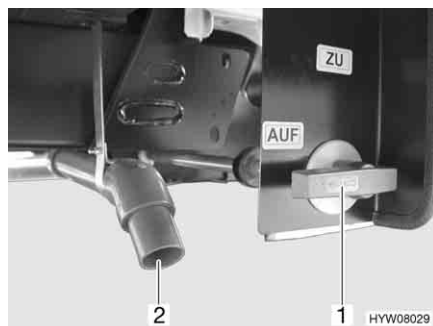

Fig. 153 Leva di comando e tubo di scarico del serbatoio delle acque grigie
Per lo scarico delle acque grigie, a seconda del modello, sul lato destro o sinistro del veicolo si trovano un rubinetto di scarico (Fig. 153,1) e un tubo di scarico (Fig. 153,2) con collegamento per il tubo di gomma per lo scarico.
- Fissare il tubo di gomma per lo scarico al tubo di scarico (Fig. 153,2).
- Aprire il rubinetto di scarico. A questo scopo ruotare la leva di comando (Fig. 153,1) del rubinetto di scarico di un quarto di giro. La leva di comando è posizionata orizzontalmente oppure nel senso della lunghezza rispetto al tubo di scarico. Le acque grigie fuoriescono.
- Dopo il deflusso completo delle acque grigie, richiudere il rubinetto di scarico. A questo scopo ruotare la leva di comando (Fig. 153,1) del rubinetto di scarico di un quarto di giro. La leva di comando è posizionata verticalmente oppure trasversalmente rispetto al tubo di scarico.